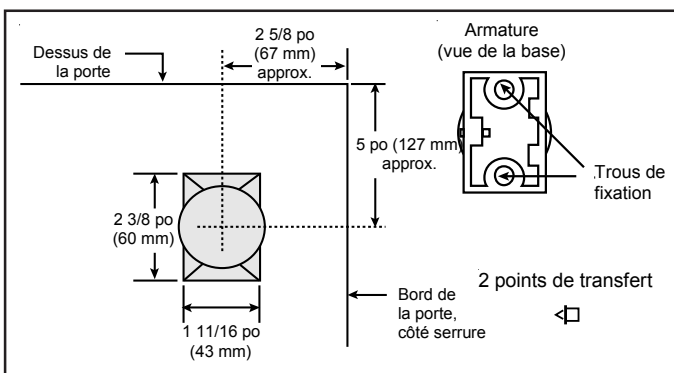

Figure 4. Montage de l'armature
**Remarque :** L'armature doit être montée verticalement (Fig. 4) pour être bien alignée avec l'électroaimant.
2. Placez les points de transfert dans les trous de fixation de l'armature (Fig. 4).